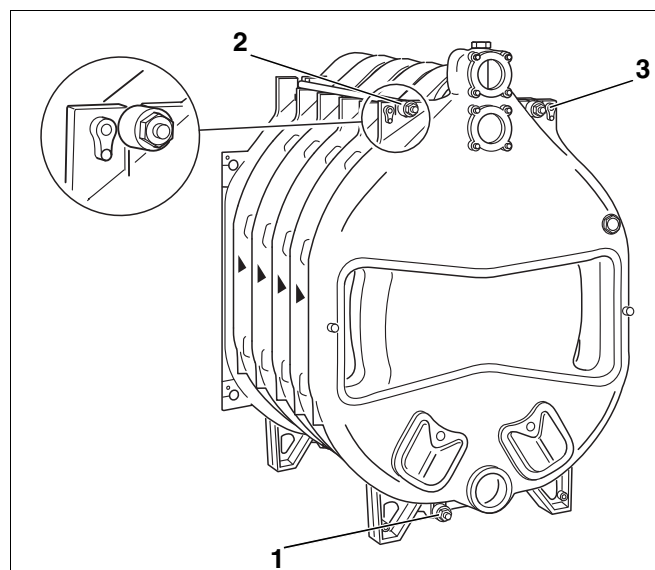

Fig. 17 Montaggio – tiranti
- ▶ Inserire i tre tiranti d'ancoraggio, con immessi i pacchetti elastici, alle posizioni nelle camme di ghisa (fig. 17, [1], [2] e [3]).